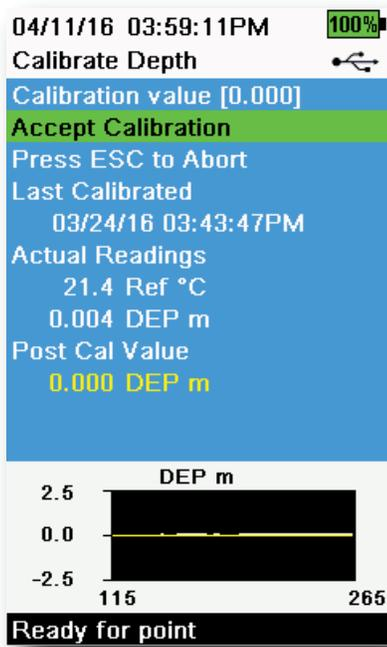

図47 深度の校正
3. 安定しているかどうか、実際の測定値を観察してから (グラフの白色線は、40 秒間大きく変化しない)、**Accept Calibration (校正承認)** を選択します (図47)。